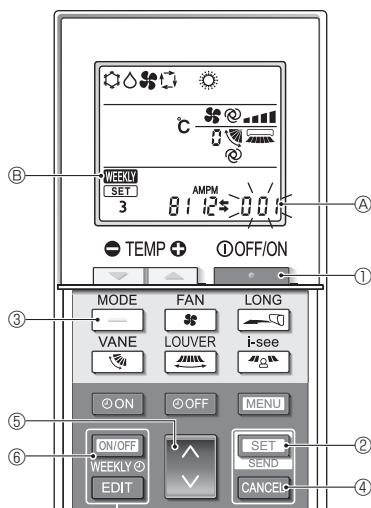

Fig. 4-12
4.12.8. Désactivation du mode AUTO (Fig. 4-12)
- Appuyez sur la touche **STOP** ① pour arrêter le climatiseur.
- Si la minuterie hebdomadaire est activée, appuyez sur la touche **ON/OFF WEEKLY** ⑥ pour la désactiver. (**WEEKLY** ⑧ disparaît.)
- Appuyez sur la touche **SET** ② pendant 5 secondes.
- L'appareil passe en mode de réglage des fonctions. (Le numéro de réglage du modèle (A) clignote.)
- Appuyez sur la touche **DOWN** ④.
- Achèvement des réglages (Fig. 4-12)